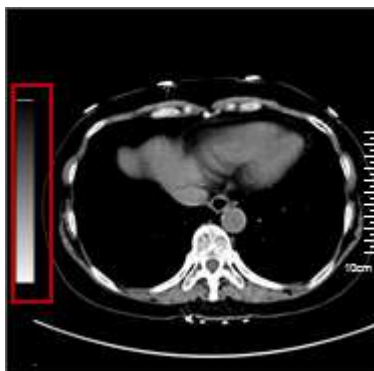

Рисунок8-10 Статусная строка серого цвета
1. Нажать на кнопку  во вкладке [Image] /Изображение/ для передачи изображения, как это показано на левой стороне, красными линиями, на Рисунок8-10. Серая статусная строка может являться ссылкой на КТ-значение.